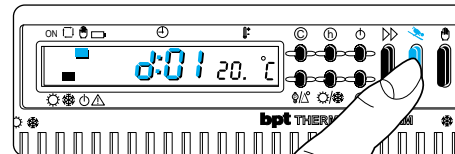

Fig. 26
9.4 - Premere due volte il pulsante  (fig. 26).